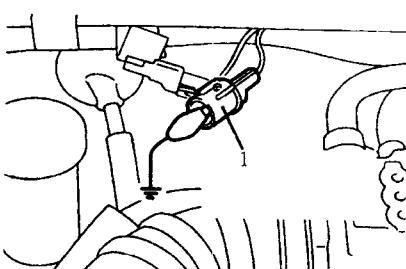

图 12 识别正时插接器——海市蜃楼车
(1) 海市蜃楼 (Mirage) 车
①根据产品说明书安装正时灯。
②找到发动机前部的正时标记线和曲轴带轮上的标记刻痕，并且附上记号，便于用正时灯辨认，在发动机上连接一块转速表。
③起动发动机使它达到正常工作温度。
④检查发动机怠速是否符合要求。
⑤关闭发动机。
⑥找出点火正时调整插接器（棕色）（图 12），连接一根跨接线使插接器可靠接地。